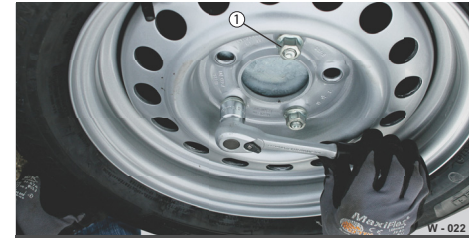

Abb. 26 Befestigung, Ersatzrad
- Mit einem Drehmomentschlüssel (80 Nm) die Muttern / Schrauben (Abb. 26/1) des Ersatzradhalters auf Festsitz prüfen.